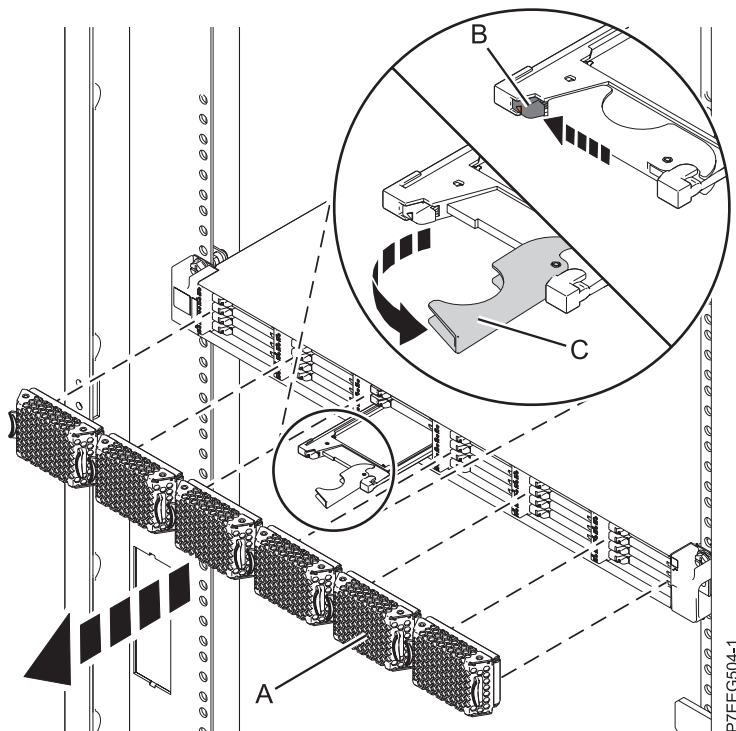

Figura 41. Extracció de la unitat d'estat sòlid des de Allotjament d'emmagatzematge EDR1 PCIe
1. Aixequeu la tapa bisellada (A) que cobreix la ranura que conté la unitat d'estat sòlid. Consulteu Figura 41.
2. Desplaceu el pestell d'alliberació (B) amb compte per tal de desbloquejar la nansa de la unitat.
3. Agafeu la nansa (C) i feu sortir parcialment la unitat de la ranura.